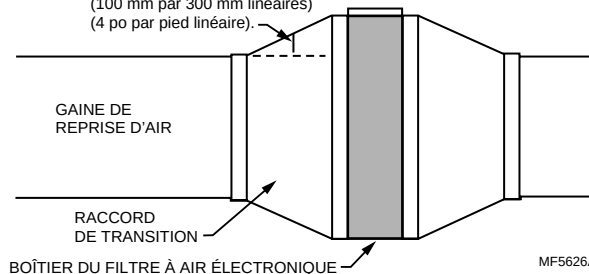

Fig. 3. Modifier l'encombrement de la gaine à l'aide de raccords de transition pour réduire la turbulence au minimum.
Des raccords de transition sont nécessaires lorsque les dimensions de la gaine et du boîtier du filtre à air sont différentes. Les raccords de transition réduisent la turbulence et augmentent l'efficacité. L'expansion maximale doit être de 20 degrés (environ 100 mm par 300 mm linéaires [4 po par pied linéaire]) de chaque côté du raccord de transition. Voir la Fig. 3.
- ❑ Installer un raccord de transition si les ouvertures de l'appareil de chauffage et du filtre sont de dimensions différentes. Voir la Fig. 3.
- ❑ Installer un raccord de transition si les ouvertures du boîtier du filtre à air et de la gaine sont de dimensions différentes. Voir la Fig. 3.